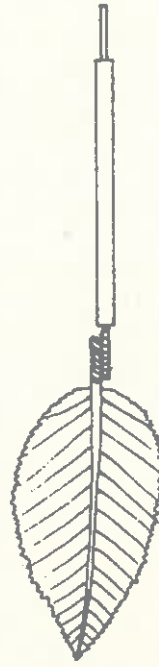

Figura 2
- 2) S'enganxa a un fil elèctric pel pecíol amb un fil de coure prim (figura 2).